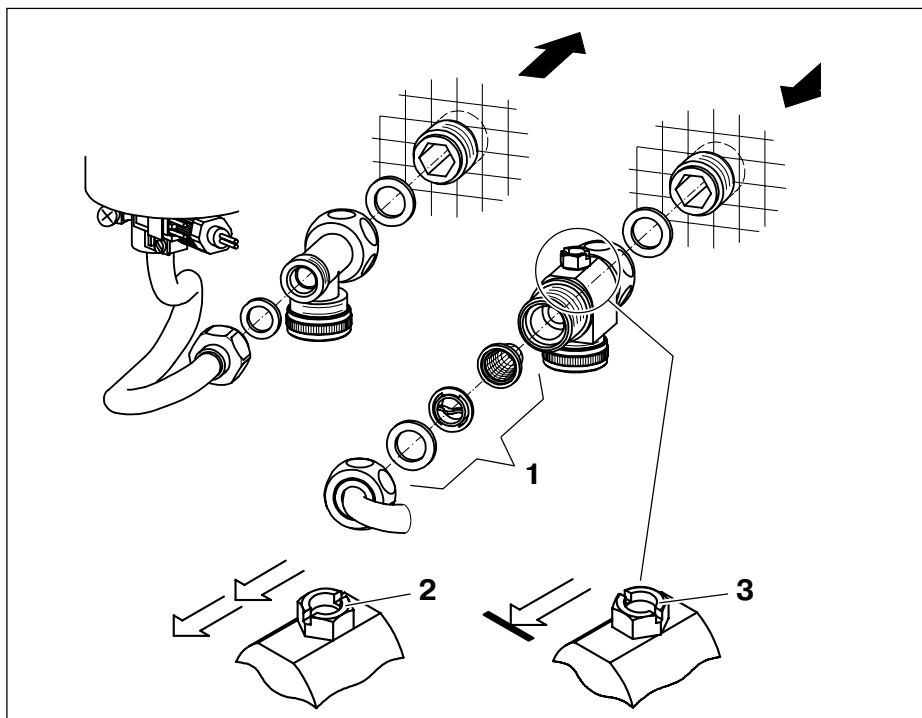

Рис. 14
- Детали для подключения воды монтировать в соответствии с рис. 14 или 15. При этом необходимо учитывать указательную стрелку.
Подключение скрытой проводки (рис. 14)